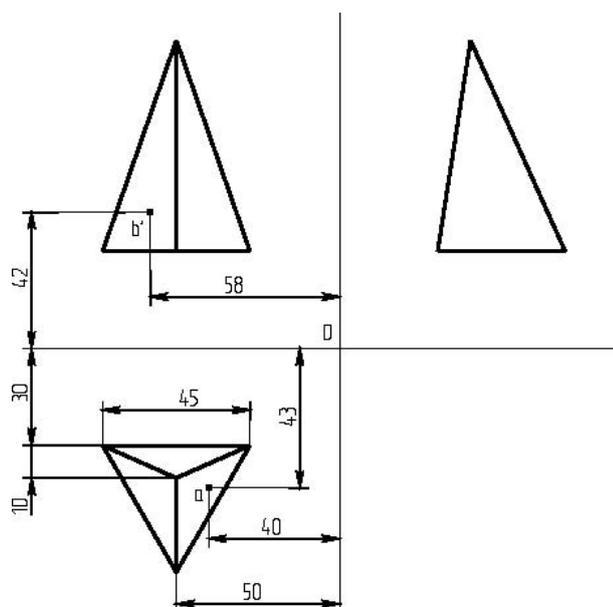

Рисунок 1 – треугольная призма
2. Спроектировать 3D-модель каждой сборочной единицы (рис. 1).